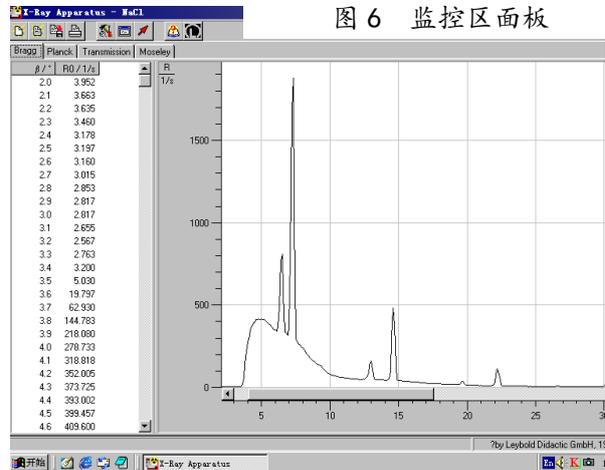

图 7 一个典型的测量结果画面
本实验仪器专用的软件“X-ray Apparatus”已安装在计算机内，只要双击该快捷图标，即可出现一个测量画面，如图 7 所示。它主要由上面的菜单栏、左边的数据栏和右边的图形栏三部分组成。在菜单栏上选择“Bragg”，即可进行按布拉格公式分析材料的实验。当在 X 射线实验仪中按下“SCAN”开关（ON）时，软件就开始自动采集和显示测量结果：屏幕的左边显示靶台的角位置 β 和传感器中接收到的 X 光光强 R 的数据；而右边则将此数据作图，其纵坐标为 X 光光强（单位是 $1/s$ ），横坐标为靶台的转角（单位是 $^{\circ}$ ）。点击“Save Measurement”，可以存储实验数据；点击“Print Diagram”，可以打印该曲线。为详细了解该软件的功能，可点击菜单中的“Help”，以获得有关信息。
3. 按下 SCAN 键，计算机自动采集绘制 NaCl 晶体的 X 光衍射曲线，如图 7 所示。其中 β 最小的一对尖峰对应于两条特征光谱的 $k=1$ 的布拉格反射；随着角度增加，依次出现 $k=2$ 、 $k=3$的各对衍射峰。（为何衍射峰成对出现？）